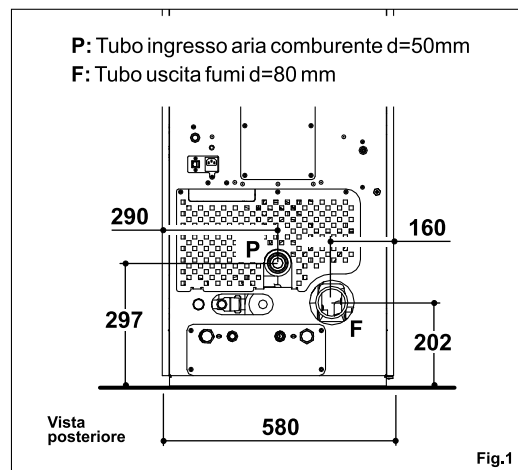

Fig.1
- Posizionare la canna fumaria tenendo conto della posizione del tubo di uscita fumi della caldaia (**fig.1**).